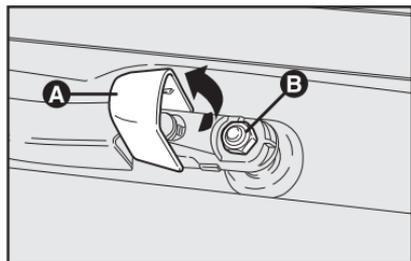

fig. 30
## Sustitución de la escobilla del limpiacuneta - fig. 30
1) Levante la tapa de protección **A**-fig. 30.
2) Destornille la escobilla y sustítuyala **B**-fig. 30.